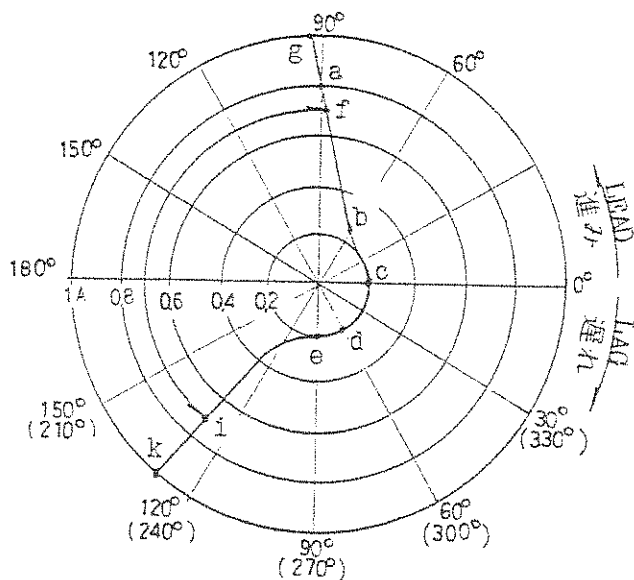

図4
その時の電流値をプロットします。(図4のb点) (継電器が動作した時、継電器の接点が閉じてRDF-2のブザーが鳴ります。)
- (9) 電流調整つまみを「0」にします。継電器のターゲットを押して、継電器を復帰します。
- (10) 同様に進み(LEAD) 90° 、 0° 、遅れ(LAG) 60° 、 90° に於ける最小動作電流値をプロットします。(図4のa, c, d, e)
- (11) 位相調整つまみで位相計の指示を不動作域(進みLEAD 170°) に合わせます。
- (12) 電流切換スイッチを1.2[A]レンジにし、電流調整つまみで0.7[A]に設定します。
- (13) 位相調整つまみを回し、動作する位相角が動作角です。この時の動作角をプロットします。(図4のf) 電流調整つまみを「0」にします。継電器のターゲットを押して、継電器を復帰します。
- (14) 同様に1.0[A]に於ける動作位相角を求め、プロットします。(図4のg)
- (15) 遅れ(LAG)についても0.7Aと1.0Aについて動作位相角を求め、プロットします。(図4のi, k)
- (16) 同様に各整定ノッチ(タップ)ごとに行って、グラフを描きます。